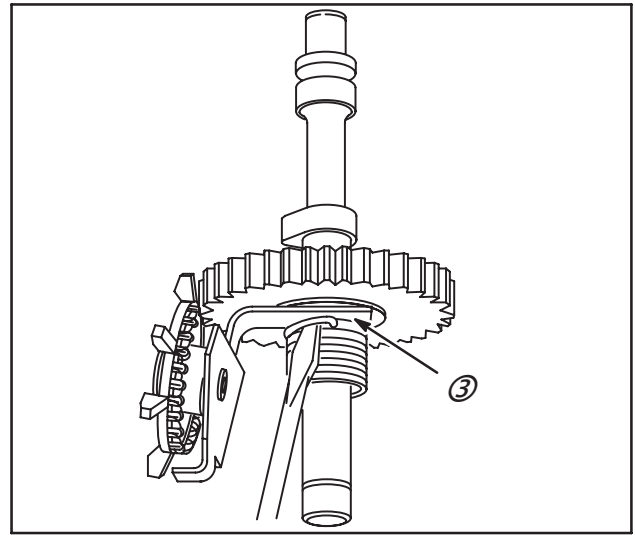

Fig. 57
5. Pousser le ressort d'embrayage vers le bas, Fig. 57 puis tirer sur la boucle supérieure du ressort (3) pour déposer le ressort. La turbine de graissage et l'embrayage sont disponibles en pièces de rechange.